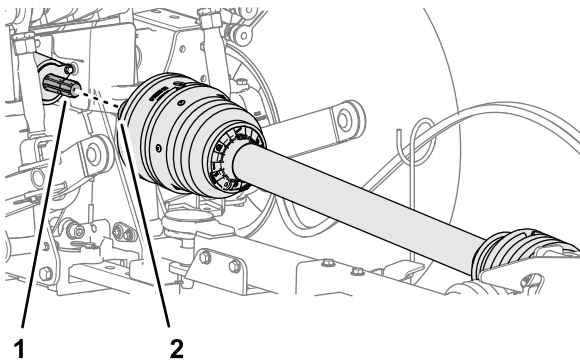

Figure 26
2. Alignez l'accouplement rapide de l'arbre de transmission et l'arbre de sortie de la PDF (Figure 26).